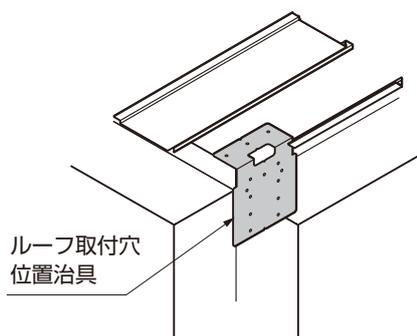

図11-44
- ルーフ取付穴位置治具の折り曲げ部を樋の入隅部に突き当てると正確に位置出しができます。（図11-44参照）
- 端部受け材は縦樋がつく側の端部から80mmの範囲は取付けしないでください。（図11-44参照）